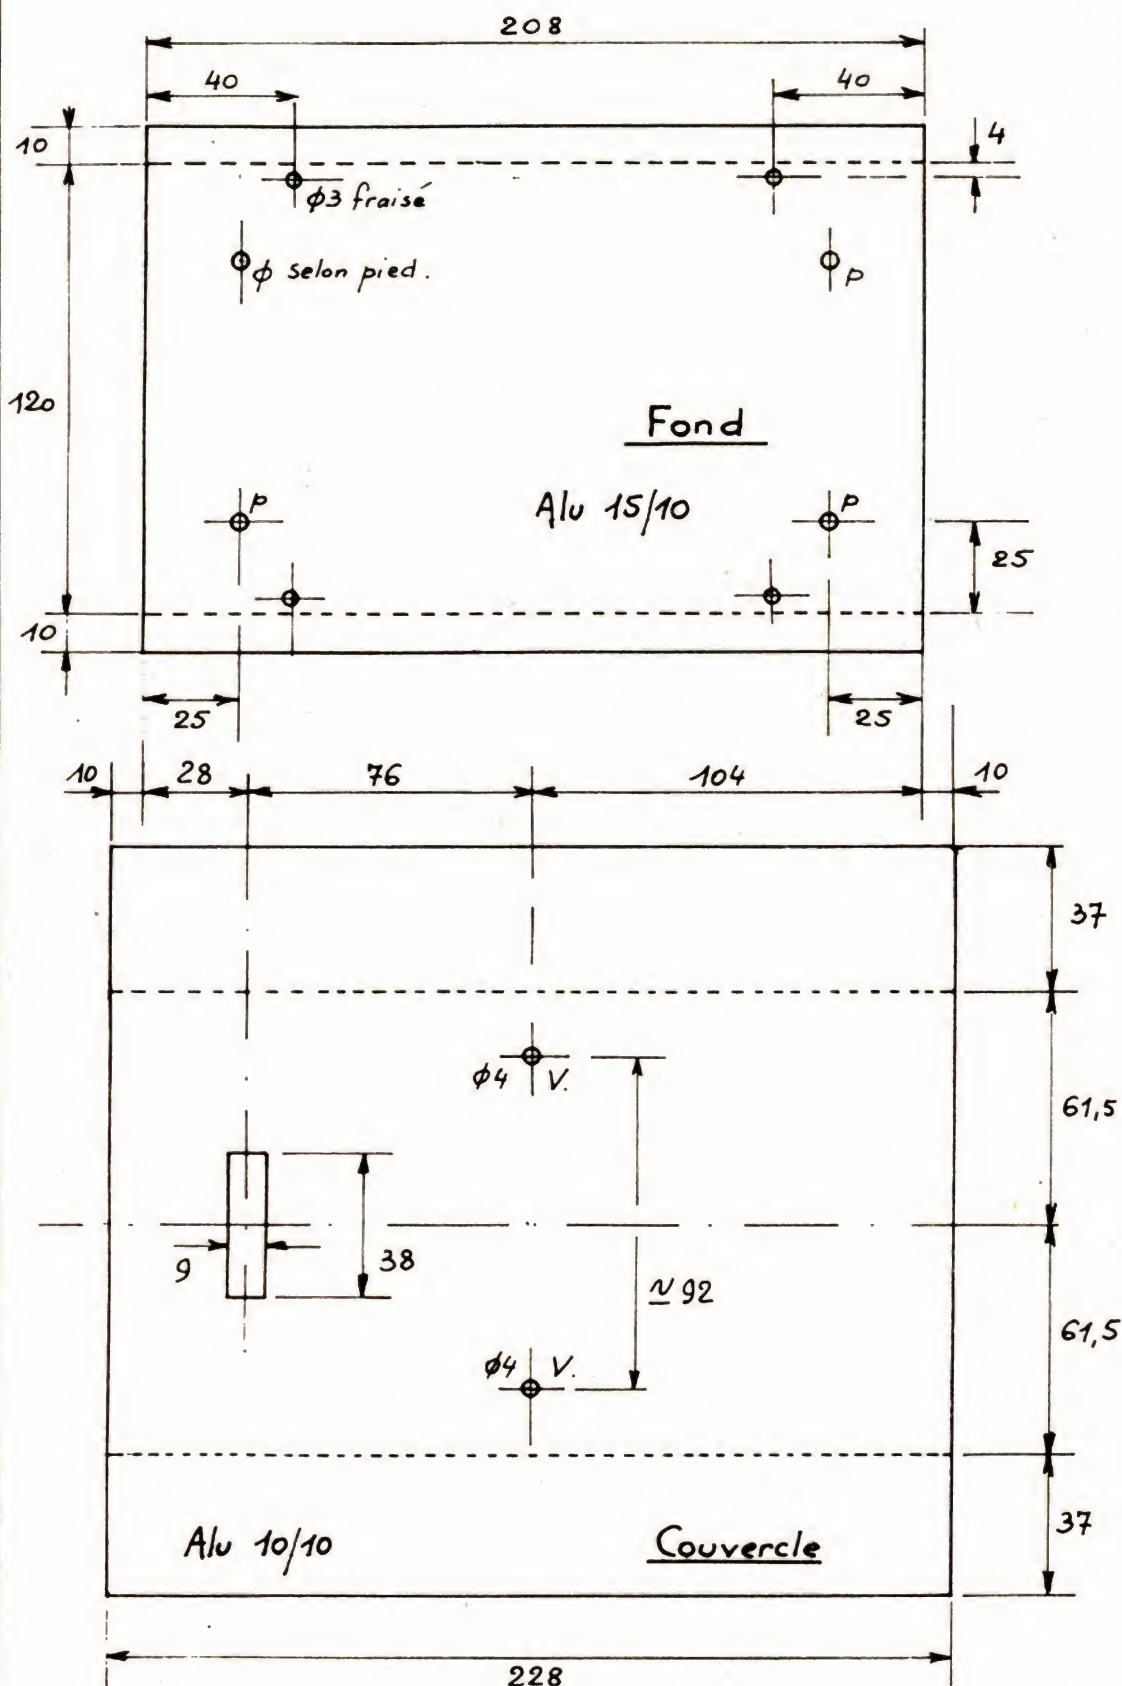

Fig. 6. — Le boîtier, fond et couvercle.
b) Le fond (voir fig. 6)
Les barres sont percées à 2,5 mm aux extrémités, puis taraudées à 3 mm. La fixation des faces se fait à l'aide de vis à métaux de 3 mm à têtes fraisées. Le fond est également fixé sur les règles à l'aide de vis identiques. La position des trous est donnée par la figure 6.
Cette pièce est en alu de 10/10. La figure 6 donne les dimensions. Pliage en U, en veillant à avoir un écartement des flancs égal à la largeur des faces. Le dessus du couvercle est percé de trous de 4 mm recevant des pitons de verrouillage analogues à ceux devant être montés sur la caméra. Se reporter à la figure 27, p. 161 du n° 1658, pour le détail de ces pièces.